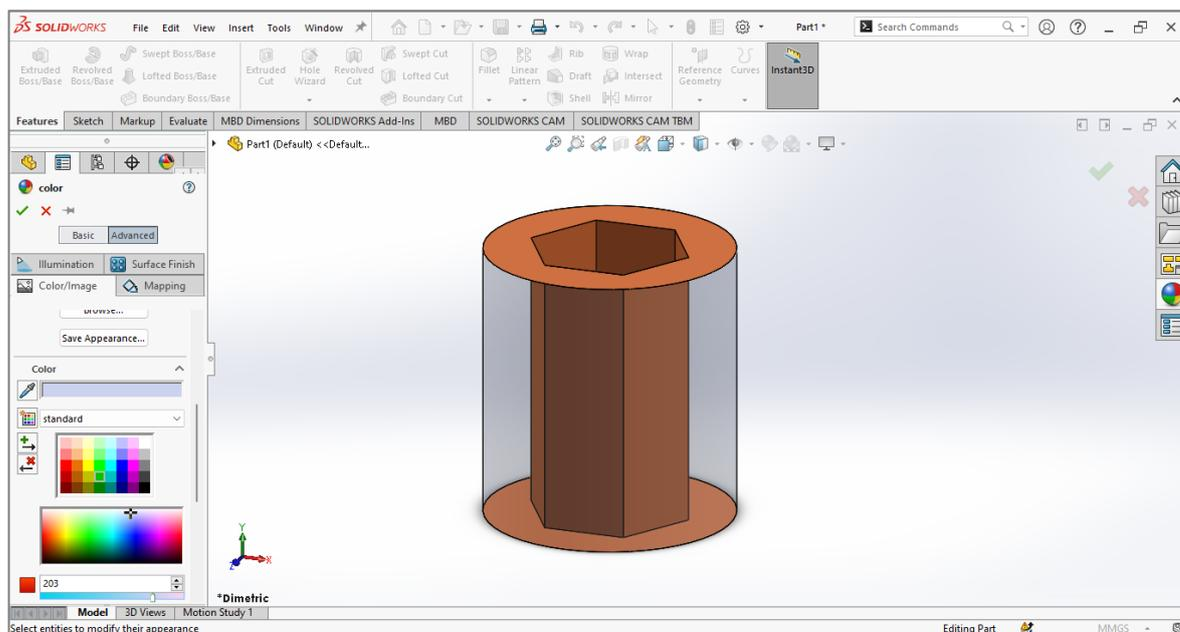

Рисунок 1.17 – Інструмент «Редагування зовнішнього виду моделі»
**Редагування зовнішнього виду моделі (Edit Appearance).** Цей інструмент дозволяє редагувати вигляд моделі. Він має інтерфейс менеджера властивостей кольору, який допомагає вибрати поверхню /площину/ деталь/ елементи/ тіла. Ви можете змінити вигляд моделі, створеної за допомогою цього програмного забезпечення CAD, застосовуючи до них різні кольори. Для кожної частини можна надати різне поєднання кольорів. Він також має розширений розділ зовнішнього вигляду в менеджері властивостей, що дозволяє редагувати освітлення моделей, якість поверхні, колір /зображення та відображення (рис. 1.17).